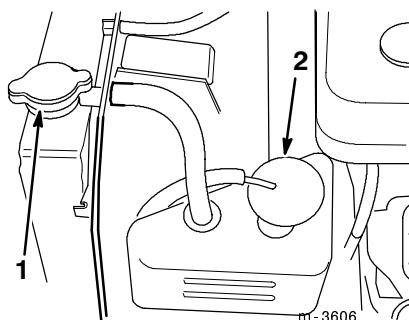

Figure 30
2. Retirer le bouchon du radiateur et du vase d'expansion (Fig. 30).